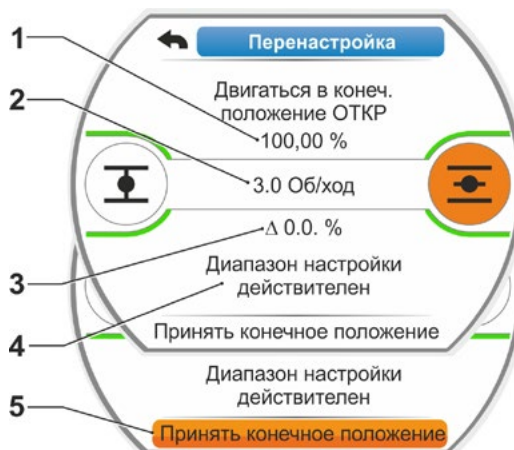

Рис. 3: Двигаться в новое конечное положение и принять его
- текущая позиция в процентах от всего пути перемещения (рис. 3, поз. 1);
- путь в оборотах на ход без учёта дополнительного редуктора (рис. 3, поз. 2);
- сообщение, достигнут ли допустимый диапазон настройки (поз. 4) В пределах допустимого диапазона настройки конечное положение может быть принято (5).
7. Установите оранжевую полосу на 'Принять конечное положение' (рис. 3, поз. 5) и нажмите кнопку Drive Controller для подтверждения. Появится сообщение, подтверждающее успешную перенастройку (рис. 4).